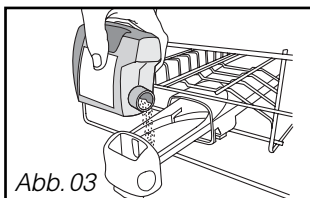

Abb. 03
• **Füllen Sie Pulver und flüssige Mittel in die Spülmittelkammer ein (Abb. 03).**